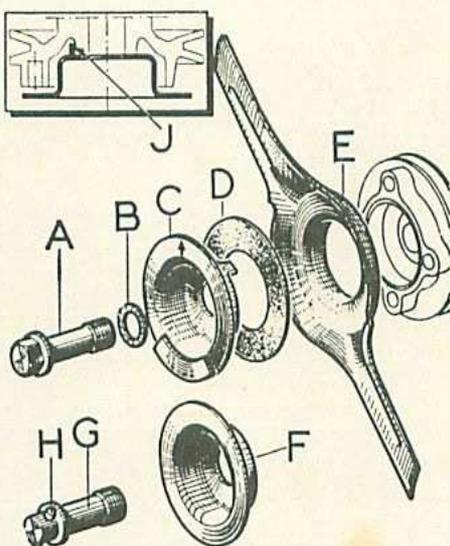

Fig. 2. — Détail de la fixation du ventilateur
- Débloquer la vis (A) (fig. 2) en tournant dans le sens opposé au sens de rotation du moteur (les premières voitures étaient équipées d'une vis (G) possédant une goupille (H) pour la mise en marche).
- Maintenir, d'une main, le ventilateur (E) et de l'autre déposer la vis (A) ou (G) et la rondelle à crans extérieurs (B). Retirer la coupelle de maintien (C) (avec contrepoids) ou (F) (sans contrepoids), et la rondelle de frottement (D) (en céloron).
- Monter sur la vis (A) (fig. 2) la rondelle (B) et la coupelle de maintien (C) munie de sa rondelle de frottement (D).
- De l'autre main, approcher la coupelle (C) et ses éléments de fixation.